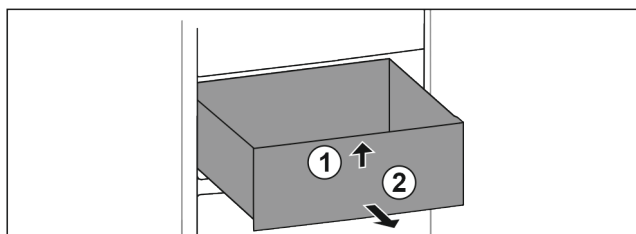

Fig. 24
- ▶ Nadzvedněte zásuvku vpředu. Fig. 24 (1)
- ▶ Vjměte zásuvku dopředu. Fig. 24 (2)